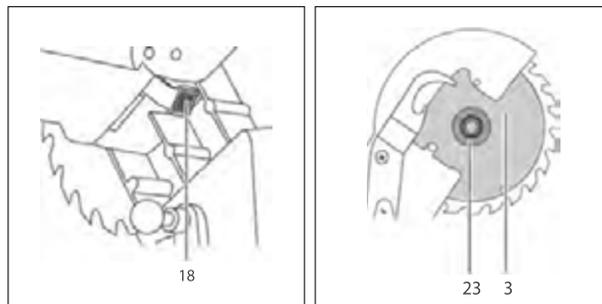

Рис. 3
- б) нажмите на кнопку (18) фиксации пильного диска (Рис. 3);
г) снимите наружный фланец (23) и пильный диск (3) (Рис. 3);